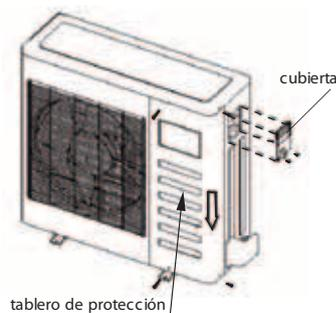

Fig.13-1
- Ocultar los tornillos de la cubierta. (Si no existe una cubierta en la unidad exterior, desmontar los tornillos del tablero de mantenimiento y colocarlos en dirección a la flecha para quitar el tablero de protección) (Ver Fig. 13-1)